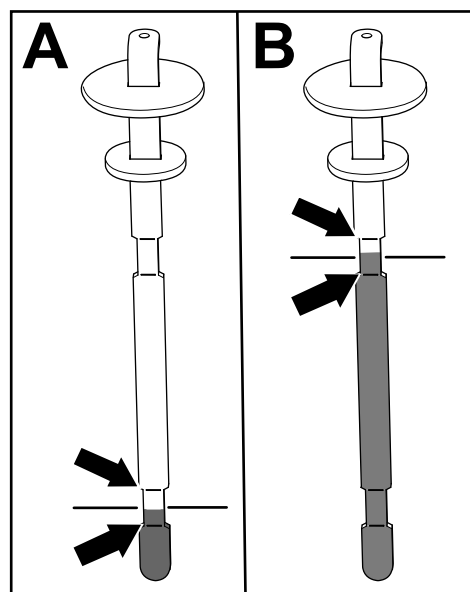

Figure 79
5. Ressortez la jauge et vérifiez le niveau de liquide (Figure 79).
- Si l'unité de coupe est montée sur la machine : le niveau de liquide hydraulique est correct quand il se situe entre les 2 repères inférieurs sur la jauge (A de la Figure 79). Il est également acceptable que le niveau de liquide dépasse les repères inférieurs.
- Si le kit flexible d'outil à entraînement hydraulique est monté sur la machine : le niveau de liquide hydraulique est correct quand il se situe entre les 2 repères supérieurs sur la jauge (B de la Figure 79).